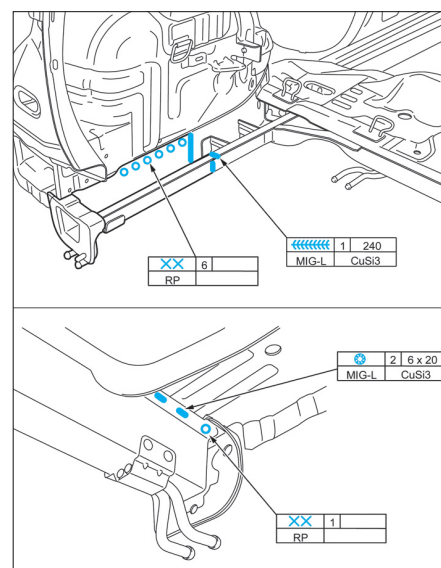

FIG. 78
- Souder le longeron arrière (Fig.78).